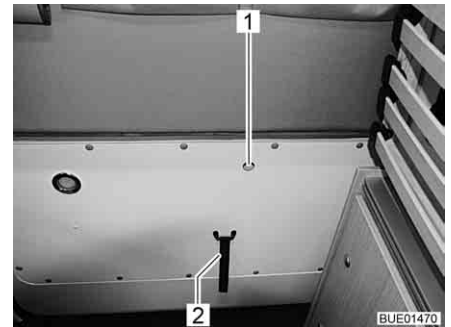

Bild 35 Entriegelung Heckklappe, innen
- Den kleinen Hebel in der Öffnung (Bild 35,1) mit dem Finger nach oben ziehen und gleichzeitig gegen die Heckklappe drücken.
- Rand der Heckklappe oder Schlaufe (Bild 35,2) fassen und Heckklappe schließen.